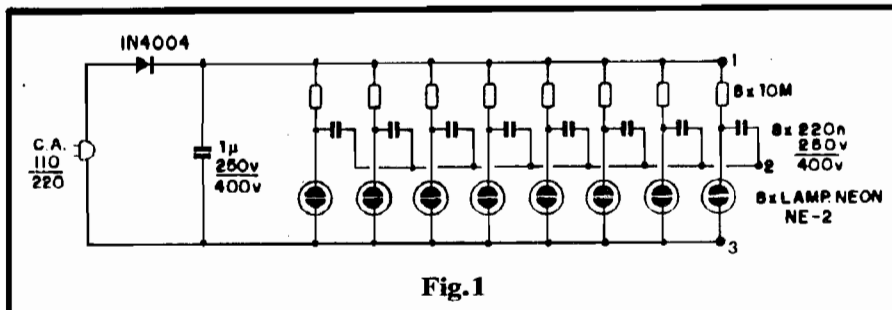

Fig.1
- **FIG. 1 - O CIRCUITO** - O "esqueminha" é tão simples, que não oferecerá dificuldades de "leitura" ou interpretação mesmo aos eventuais "começantes" entre os Leitores/Hobbystas: a energia C.A. é captada da tomada (110 ou 220V) e, logo em seguida, transformada numa razoável C.C. com a ajuda do diodo retificador 1N4004 e capacitor de filtro/ar-